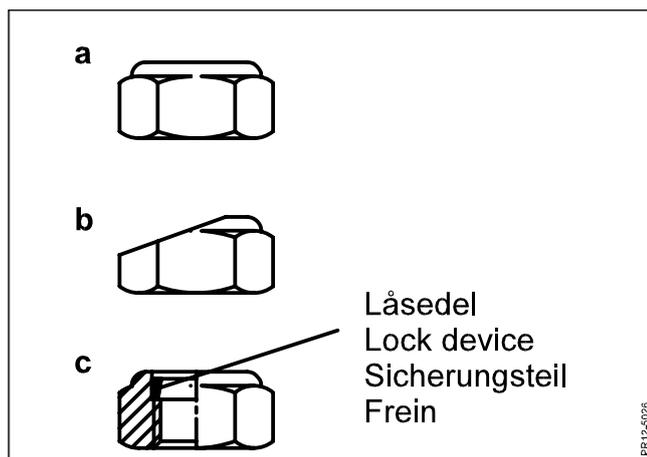

Fig. 5-7
- Fig. 5-7 Die Spezialmutter auswechseln, wenn